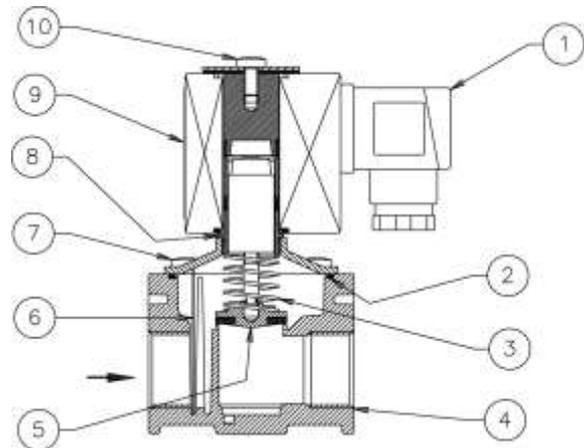

Рис. 1
Клапан (рис. 1) состоит из: электрический коннектор (1); уплотнительное кольцо (2); пружина запирающего механизма (3); корпус (4); затвор (5); фильтрующая сетка\* (6); крышка (7); муфта электромагнитной катушки (8); электромагнитная катушка (9); винт крепления электромагнитной катушки (10).